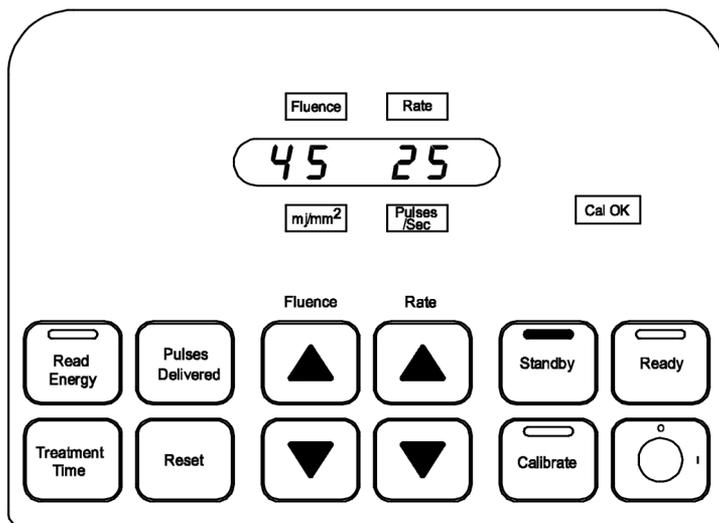

Figure 8
1. Il est possible de repasser en mode de veille (**Standby**) depuis le mode d'étalonnage (**Calibrate**) en appuyant sur le bouton **Standby**. (Figure 8)
4. Le témoin lumineux de guidage **Cal OK** (Étalonnage OK) reste allumé. (Figure 8)